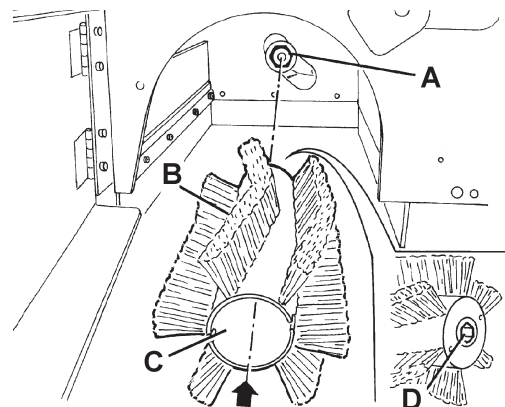

Abbildung 8
7. Überprüfen, ob die Mitnehmernabe (A, Abb. 8) frei von Schmutz und Gegenständen (Stricke, Lappen usw.) ist, die unbeabsichtigt aufgerollt wurden.
8. Beim Einbau der neuen Hauptkehrwalze die Borsten (B, Abb. 8) wie auf der Abbildung ausrichten.
9. Die neue Hauptkehrwalze (C, Abb. 8) in das Gerät einbauen. Sicherstellen, dass der Anschluss (D) an der Hauptkehrwalze und die entsprechende Mitnehmernabe (A) ineinander gesteckt sind.